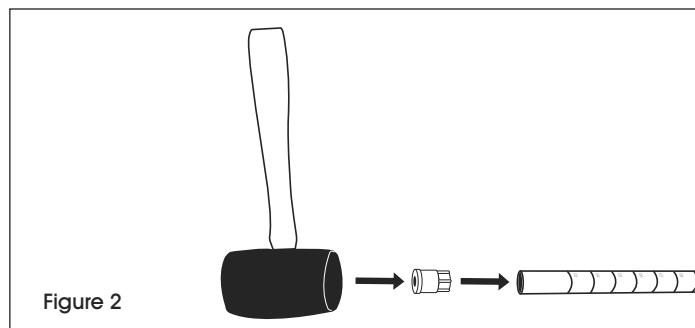

Figure 2
- Assurez-vous que le montant est placé comme sur l'illustration. (Voir Figure 2)
- Utilisez un maillet/marteau en caoutchouc ou tapotez sur le sol jusqu'à ce que les inserts de poteaux glissent dans les poteaux. (Voir Figure 2)